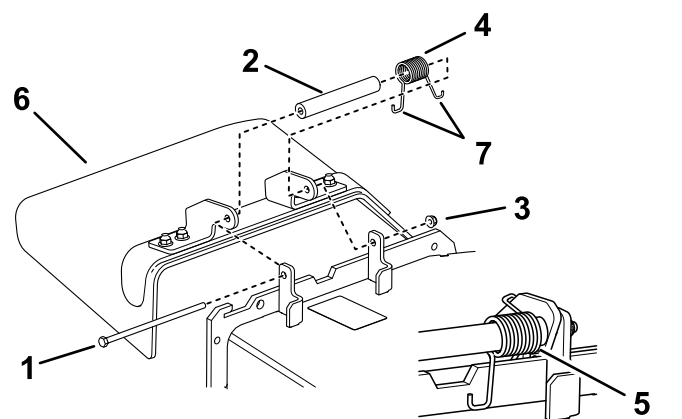

Figure 81
**Remarque:** Prenez soin de placer 1 extrémité en J du ressort derrière le bord du tablier avant de mettre le boulon en place, comme montré à la Figure 81.